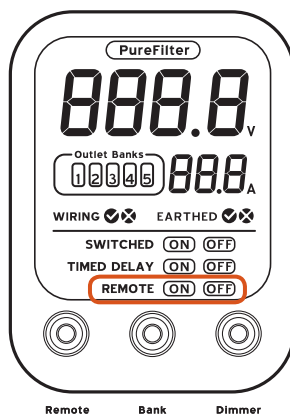

Figure 4b
- B. Appuyez sur la touche « Remote » à l'avant de la console d'alimentation pour activer la fonction à distance. L'affichage LCD doit afficher « REMOTE ON ». (Fig. 4b)